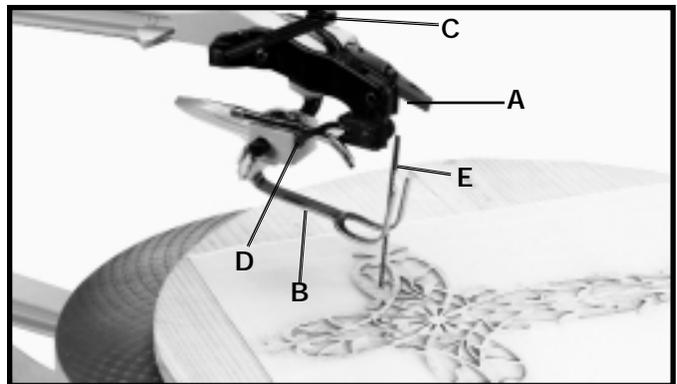

Fig. 37
Desserrez la manette de verrouillage (A) fig. 37, et relevez le dispositif de retenue (B). Détendez la lame en avançant le levier de tension (C) et en desserrant le porte-lame supérieur en repoussant vers l'arrière le levier (D). Ceci dégage la lame (E). Introduisez la lame (E) dans le prochain trou du modèle, comme l'illustre la figure.